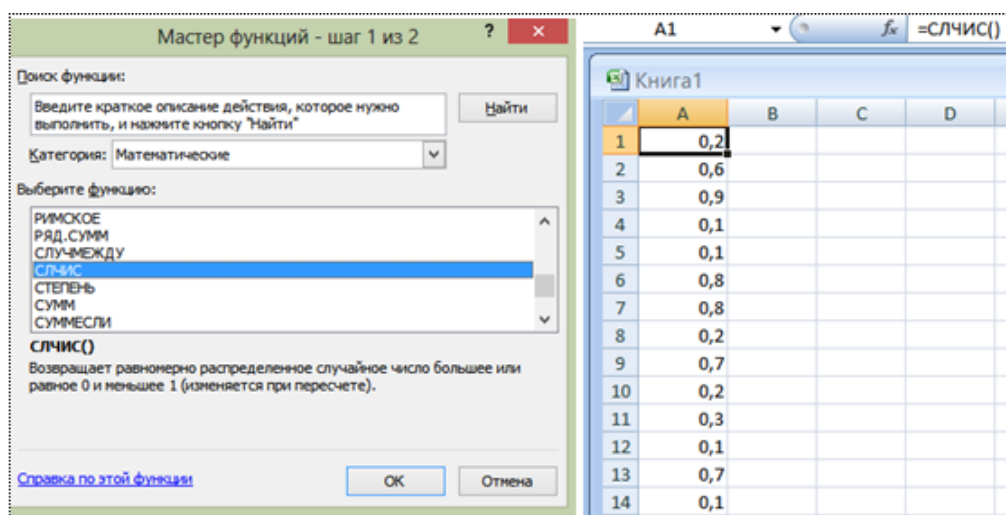

Рис. 3.5. Встроенная функция СЛЧИС()
- для формирования массива из случайных чисел (рис. 3.5) в диапазоне от 0 до 1, используйте функцию MS Excel: [=СЛЧИС()].